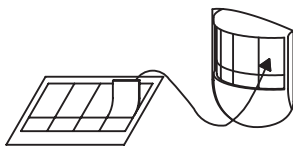

図1-3
- 不要な検知範囲の調整は、検知エリアカットシールを、検知部に貼付けて行ってください。(図1-3)